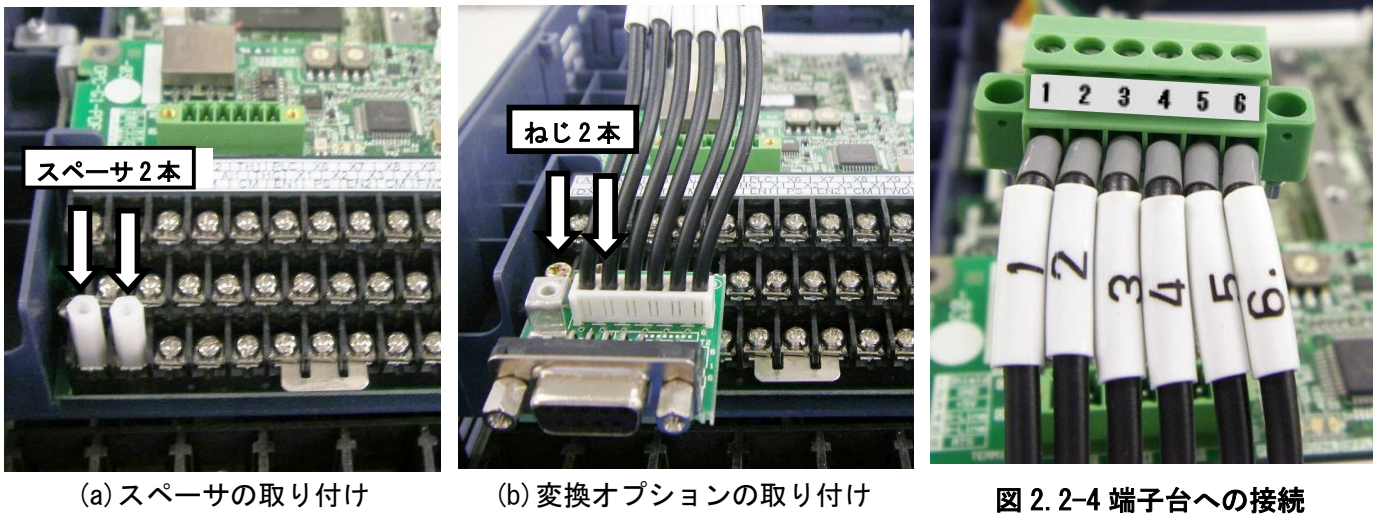

図 2.2-3 制御端子への取り付け
- (1) スペーサを取り付ける制御端子のねじ(2箇所)を取り外します。
- (2) 図 2.2-3(a)のように、付属のスペーサ(2本)を取り付けます。
- (3) 図 2.2-3(b)のように、変換オプションをスペーサに載せ、付属のねじ(2本)を締めて固定します。